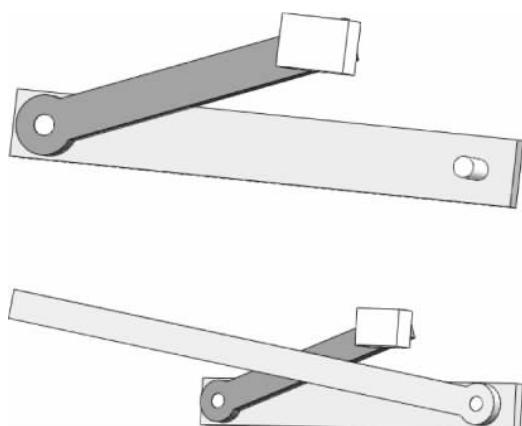

图 3-132 插入连接块 2 和连杆 2
(10) 按照上述方法继续插入零件【连接块2】和【连杆2】,并配合【同轴】、【重合】约束,注意方向,如图 3-132 所示。